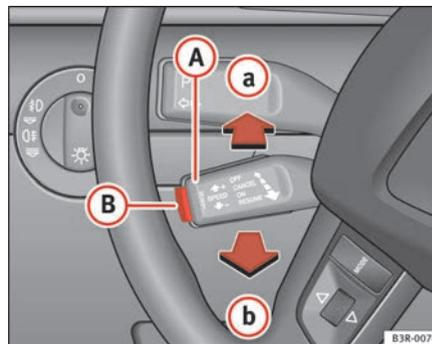

Fig. 152 Mandos del regulador de velocidad
- desplace la palanca **A** ⇒ fig. 152 hasta la posición **a** (sin encastrar).